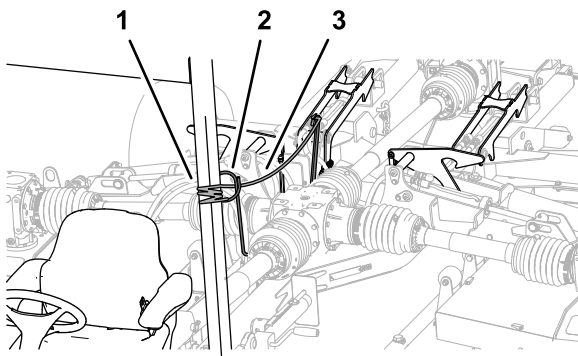

Figure 35
5. Tirez et maintenez le cordon de verrouillage du plateau (Figure 35).